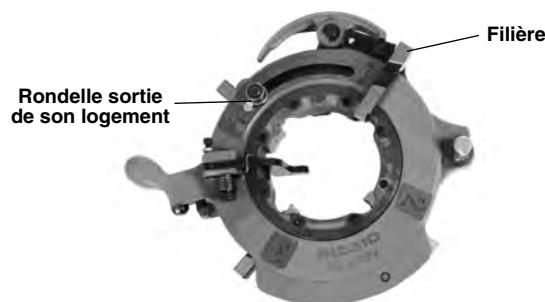

Figure 13 – Insertion des filières
- Introduisez les filières appropriées dans la tête de filière avec leurs chiffres en haut. Les chiffres des filières doivent correspondre à ceux des logements de la tête de filière (Figure 13). Les logements de filière sont équipés de détentives à bille qui s'engagent dans la rainure des filières lorsque celles-ci sont engagées à fond. Changez le jeu de filières au complet – Ne jamais mélanger les filières issues de différent jeux.